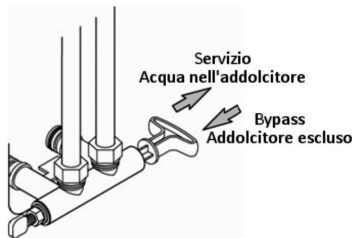

Figura 5 - Funzionamento del bypass
Attenzione: Utilizzare le guarnizioni adatte per collegare l'impianto idraulico al bypass. Rispettare l'ingresso (IN) e l'uscita (OUT) come indicato sulla testata della valvola dell'addolcitore. Una volta installato, fare riferimento alla Figura 5 e al paragrafo "Regolazione della durezza residua tramite la valvola di bypass" per il funzionamento del bypass.
5. Posizionare il bypass in posizione di servizio (Figura 5) avendo cura di eseguire la manovra delicatamente onde evitare un aumento troppo rapido della pressione nell'addolcitore